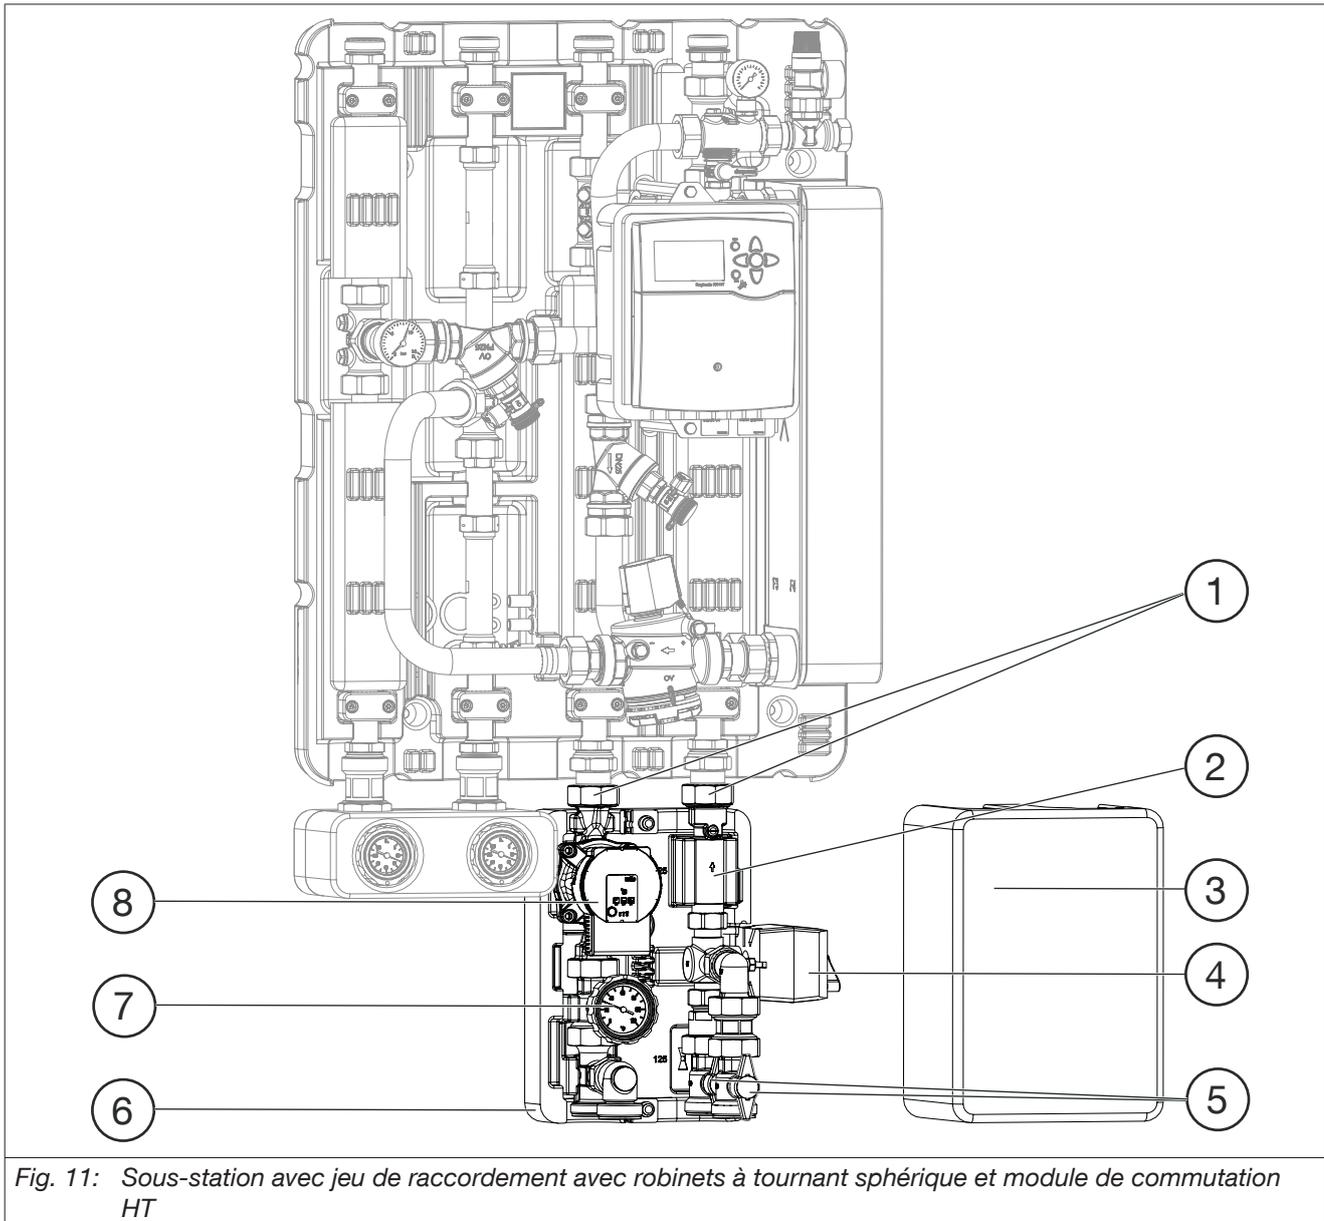

Fig. 11: Sous-station avec jeu de raccordement avec robinets à tournant sphérique et module de commutation HT
(1)	Isolation avant
(2)	Tube de raccordement
(3)	Isolation arrière
(4)	Vanne mélangeuse à trois voies
(5)	Circulateur
(6)	Robinetts à tournant sphérique avec thermomètre intégré à la manette
- (7) Module de commutation (vous trouvez la configuration du module de commutation HT sur la Fig. 11 en page 14)
La station Regudis H-H / Regudis H-M est équipée d'un groupe avec circulateur Regumat S (voir Fig. 11 en page 14).
La station Regudis H-HT / Regudis H-MT est équipée d'un robinet de commutation avec moteur tout ou rien (voir Fig. 11 en page 14).